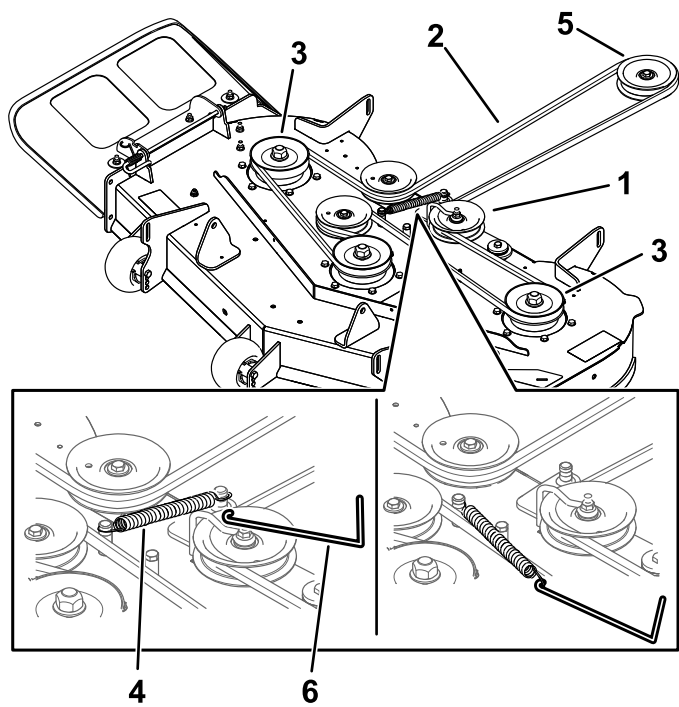

Рисунок 62
7. Используя съемник пружин (№ 92-5771 по каталогу Toro), снимите пружину натяжного шкива с крюка деки, чтобы снять натяжение с натяжного шкива, и снимите ремень со шкивов (Рисунок 62).
8. Проложите новый ремень вокруг шкива двигателя и шкивов газонокосилки (Рисунок 62).
9. Используя съемник пружин (номер 92-5771 по каталогу Toro), установите пружину натяжного шкива на крюк деки и создайте натяжение на натяжном шкиве и ремне газонокосилки (Рисунок 62).